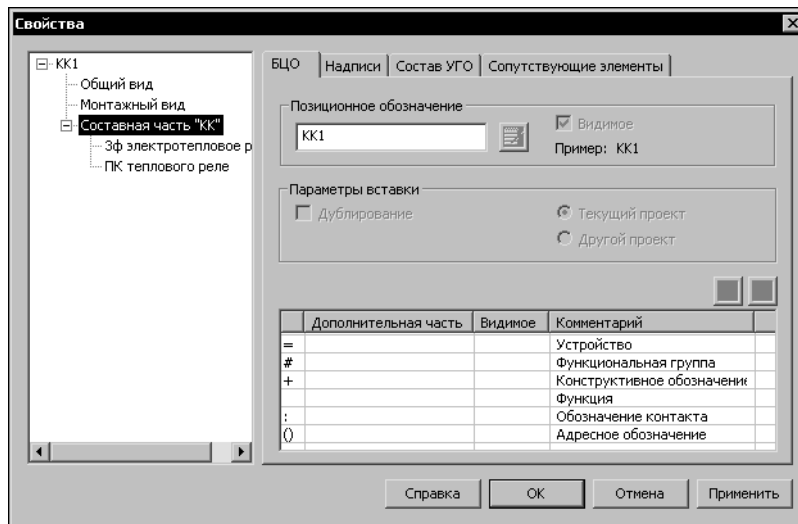

Рис. 17.7. Диалог свойств составной части аппарата
4. Сначала необходимо ввести буквенно-цифровое обозначение (БЦО) аппарата. Его ввод осуществляется в диалоге свойств аппарата на уровне **Составная часть** во вкладке **БЦО** (см. рис. 17.7 на с. 205, табл. 17.14).
- ▼ Если курсором выделена **Составная часть**, на экране появится диалог свойств составной части аппарата (рис. 17.7). Элементы управления диалога представлены в табл. 17.14.